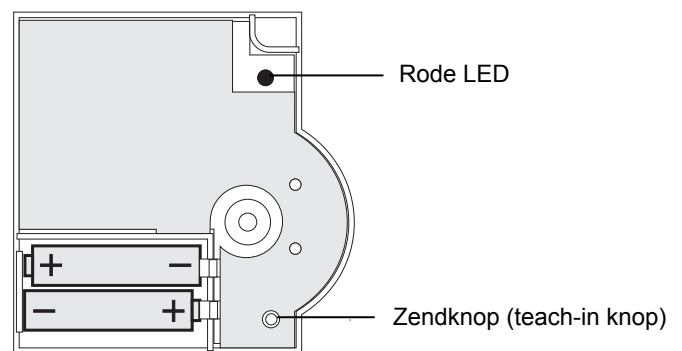

Fig. 13: Polariteit batterij, en zendknop
- ▶ Breng de bijgevoegde AA batterijen aan volgens de juiste polariteit (zie Fig. 13: Polariteit batterij, en zendknop).